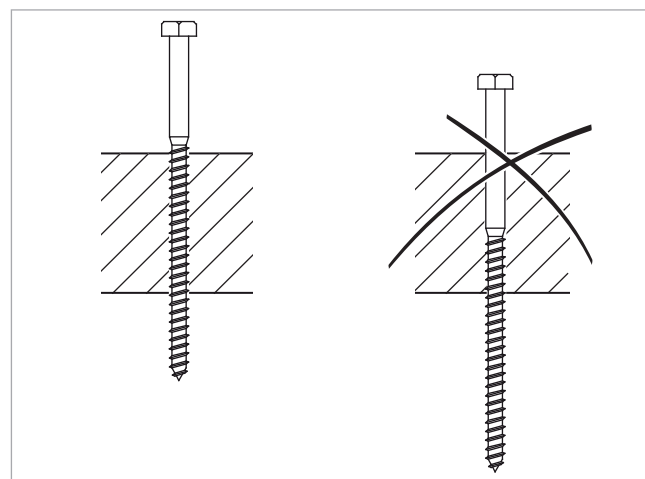

Fig. 58 : position de la vis à double filetage dans le bois
- 2 Position de la vis → fig. 58